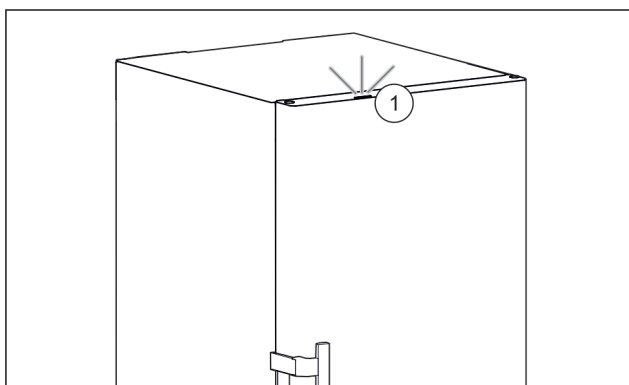

Fig. 90 Aktivní stavové světlo při zavřených dveřích
- Stavové světlo Fig. 90 (1) je aktivované.